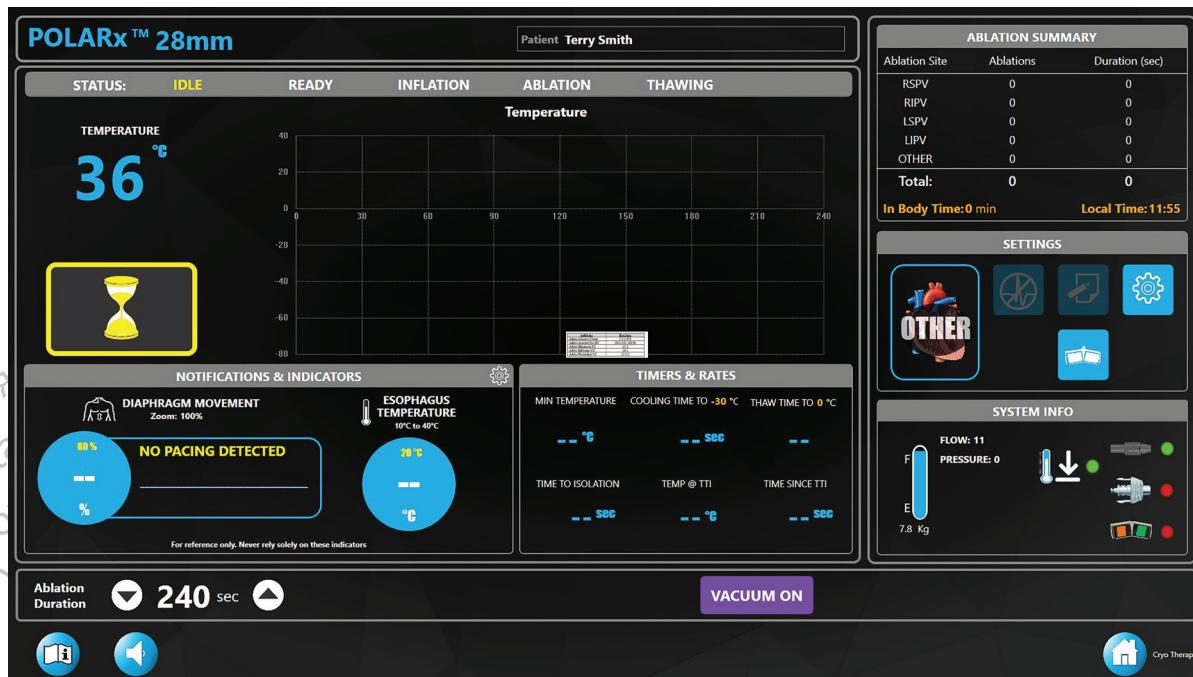

Figura 5. Pantalla de terapia en estado INACTIVO con un catéter válido conectado
- Pulse el botón **VACUUM ON** (Vacío activado) en la pantalla Therapy (Terapia) (Figura 5).